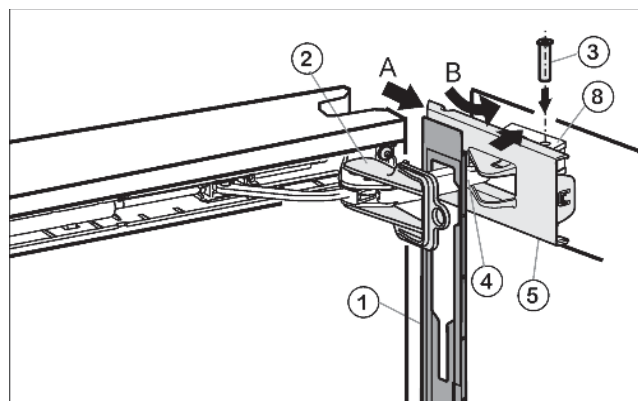

Рис. 16
- ▶ Натяните заглушку *Рис. 16 (1)* на рычаг доводчика *Рис. 16 (4)* таким образом, чтобы стопор показался наружу и передней стороной к прибору.
- ▶ Отодвиньте защитную крышку *Рис. 16 (5)* наружу и поверните (В) над опорной деталью *Рис. 16 (8)*.
- ▶ Насадите защитную крышку *Рис. 16 (5)* и зафиксируйте.
- ▶ Потяните рычаг доводчика *Рис. 16 (4)* к опорной детали и сверху вставьте болты *Рис. 16 (3)* таким образом, чтобы квадратная головка села в углубление.
- ▶ Полностью зафиксируйте защитную крышку *Рис. 16 (5)* на опорной детали.
- ▶ Повернув, снимите предохранитель *Рис. 16 (2)*.
- ▶ Вставьте заглушку *Рис. 16(1)* на дверь и зафиксируйте.